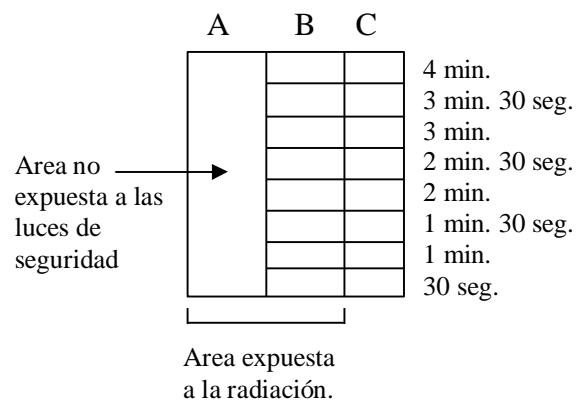

Fig. 4-1 Diagrama de la película de prueba.
- Cubra longitudinalmente un tercio del chasis con el caucho plomado. (Fig. 4-1, área C)
Evaluación. (ver Fig. 4-1)